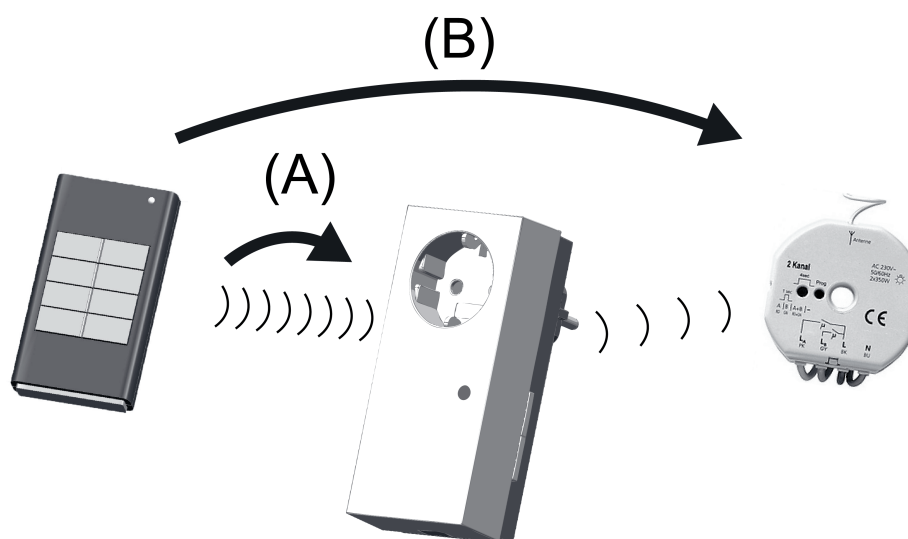

Figura 3: Conectar el emisor eNet
La conexión se realiza en dos pasos (figura 3). Primero se conecta un emisor eNet a la puerta de enlace (A) y, a continuación, el emisor eNet se conecta a uno o varios actuadores de control vía radio (B).